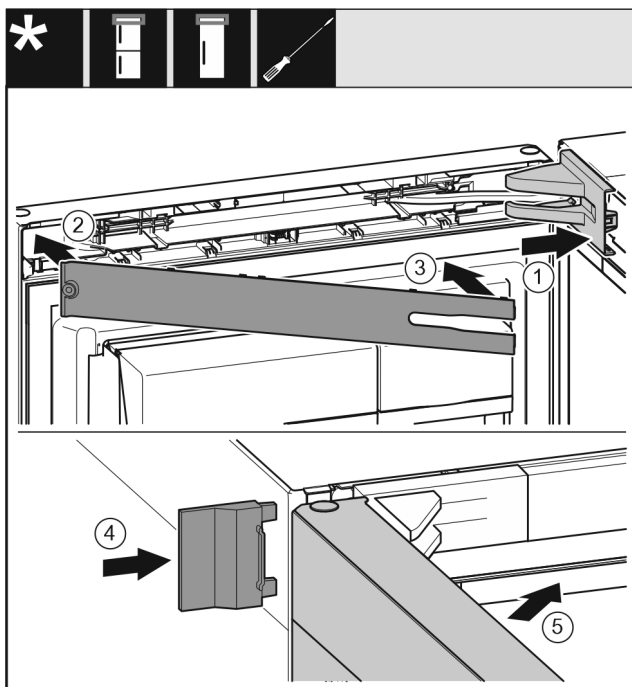

Fig. 25
- ▶ Coloque y encaje la cubierta del soporte de cojinete; dado el caso, separe con cuidado. Fig. 25 (1)
- ▶ Coloque el panel. Fig. 25 (2)
- ▶ Gire hacia dentro y encaje el panel. Fig. 25 (3)
- ▶ Desplace la cubierta exterior. Fig. 25 (4)
- ▶ Cierre la puerta superior. Fig. 25 (5)